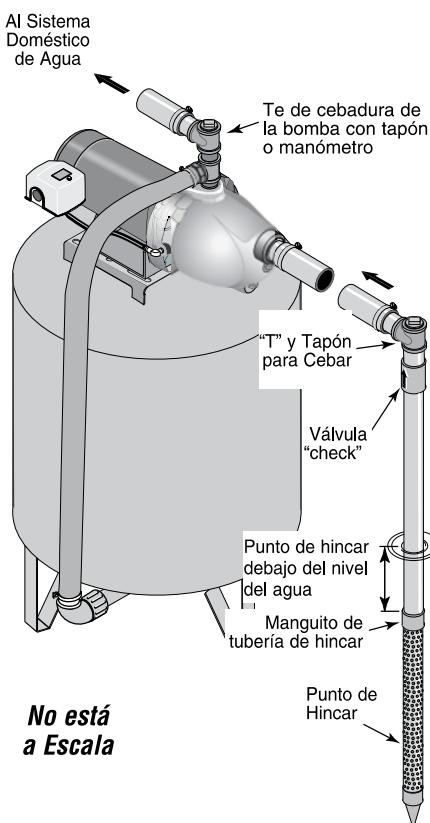

Figura 1 - Instalación del Punto de Hincar
INSTALACION DEL PUNTO DEL POZO (PUNTO DE HINCAR) (Figura 1)
- Paso 3. Utilice el menor número de conexiones posible (especialmente codos) al conectar la tubería desde el punto del pozo al orificio de succión de la bomba. La tubería de succión debe ser por lo menos del mismo tamaño que el orificio de succión en la bomba (incluya una válvula "check" si su equipo no está equipado con una) - Vea la Figura 1. Soporte la tubería para que no haya inclinaciones verticales o hundimientos en ella a fin de que no se ejerza tensión sobre el cuerpo de la bomba y con el propósito de que no se incline ligeramente hacia arriba desde el pozo hacia la bomba (los puntos altos pueden ocasionar que se formen bolsas de aire que pueden bloquear la bomba). Selle las juntas de la tubería de succión con cinta sellante de PTFE para roscas de tubería para las juntas de las tuberías. Las juntas deben de ser a prueba de agua y estar herméticamente cerradas. Si la tubería de succión pudiera succionar aire, la bomba no podría sacar agua del pozo. Si un punto de pozo no proporciona suficiente agua, considere la posibilidad de conectar dos o tres puntos de pozo a una tubería de succión.